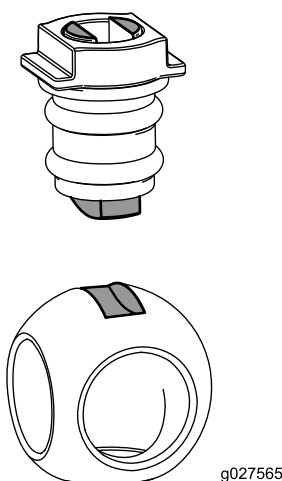

Figure 125
6. Insérez la bille dans le corps de la valve (Figure 125).
**Remarque:** La tige de la valve doit entrer dans la fente d'entraînement de la bille. Si la tige de la valve ne rentre pas, ajustez la position de la bille (Figure 125).